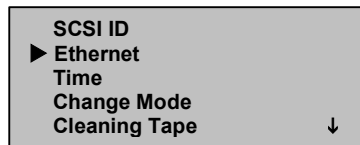

Figure 23 : Sélection d'Ethernet
3. Dans le sous-menu Configuration, sélectionnez Ethernet (Voir la Figure 23).